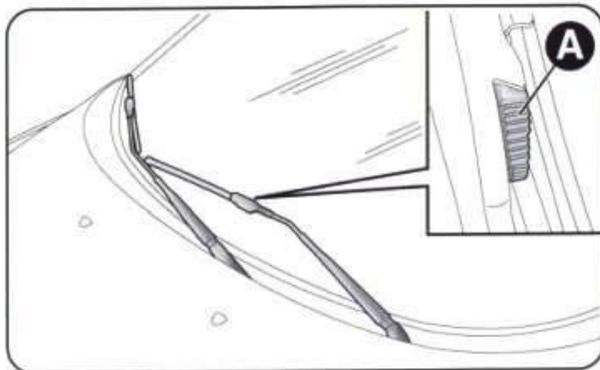

рис. 5
- нажмите на защелки А (по одной с каждой стороны) (рис. 5) на фиксаторе и снимите щетку с рычага;